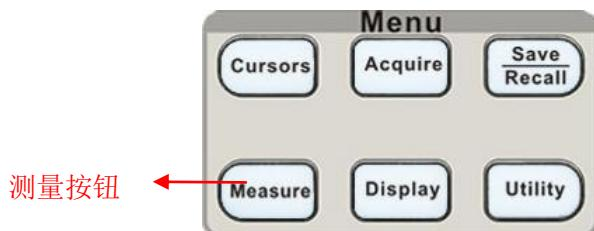

图 2-47 自动测量
5. 按【时间测试】选项按钮选择【开启】。此时所有的时间参数值会同时显示在屏幕上。（见图 2-47）